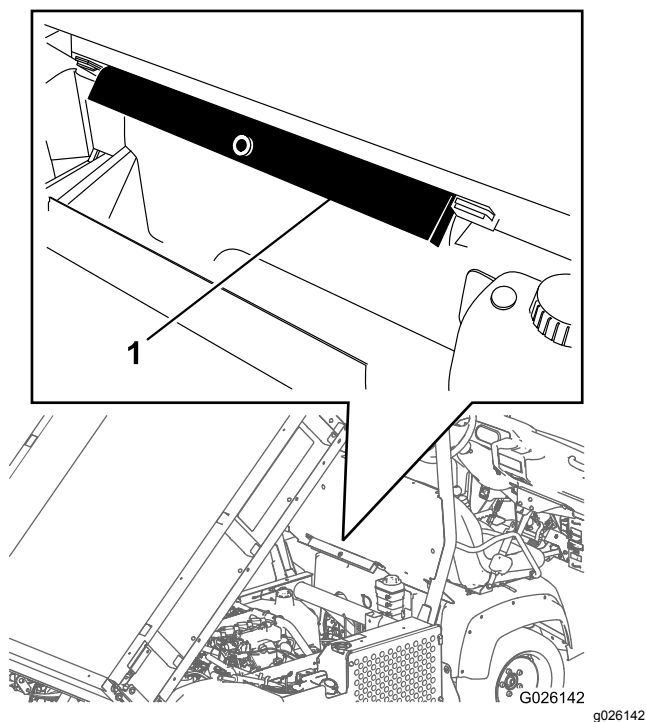

Figura 12
2. Retire o suporte da plataforma dos suportes existentes na parte de trás do painel do sistema ROPS (Figura 12).